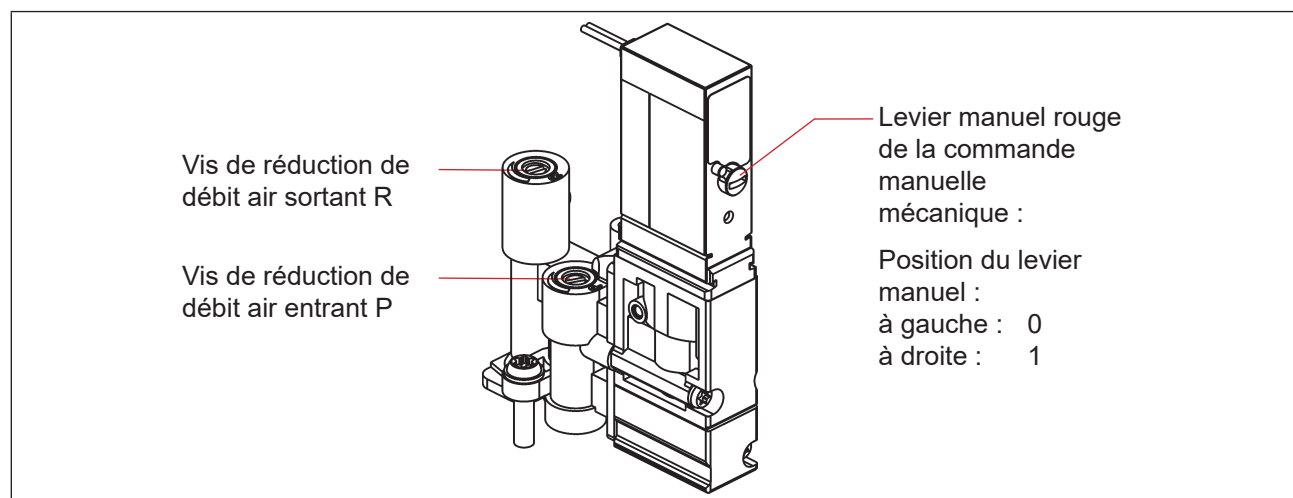

Fig. 6 : Vis de réduction de débit et commande manuelle mécanique des vannes pilotes
sur chaque vanne pilote installée, accessible uniquement quand le boîtier est ouvert (« Fig. 6 »)
- **Possibilité de réduire le flux dans les vannes pilotes** pour le réglage personnalisé des taux d'expansion et de rétraction de la vanne de process et le réglage individualisé du débit des raccords de travail (voir « Fig. 6 : Vis de réduction de débit et commande manuelle mécanique des vannes pilotes » à la page 20)